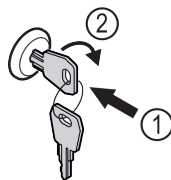

Fig. 156 Példaként szolgáló ábrázolás
- Dugja be a kulcsot Fig. 156 (1).
- Forgassa el a kulcsot 90°-kal az óramutató járásával megegyező irányba Fig. 156 (2).